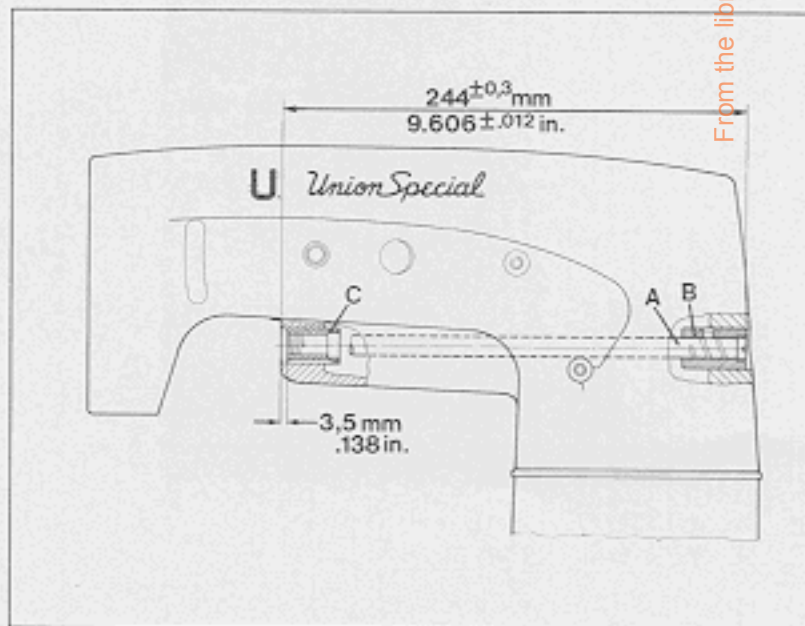

Fig. 77
Bushings (B and C, Fig. 77) for spreader drive shaft (A) are cemented in the bed casting. Observe the measurements shown in Fig. 77 as well as position of oil hole and groove when replacing the bushings.
Die Buchsen (B und C, Fig. 77) für die Legerantriebswelle (A) sind im Gehäuse eingeklebt. Beachten Sie beim Austausch der Buchsen die in Fig. 77 angegebenen Einbaumaße, sowie die Lage von Ölbohrung und Nut.